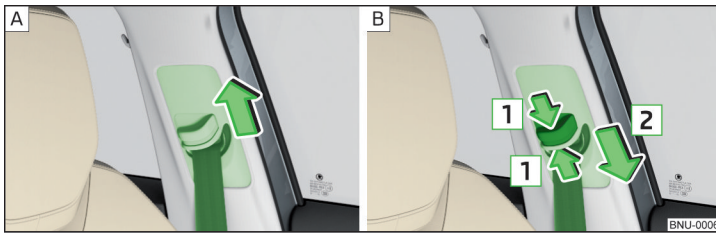

Fig. 18 Reglarea pe înălțime a centurilor de siguranță ale locurilor din față
- Deplasați dispozitivul de ghidare **în sus**, în direcția săgeții » fig. 18 - [A].
- **Sau:** Comprimați siguranța în sensul săgeților **1** și deplasați dispozitivul de ghidare **în jos** în sensul săgeții **2** » fig. 18 - [B].